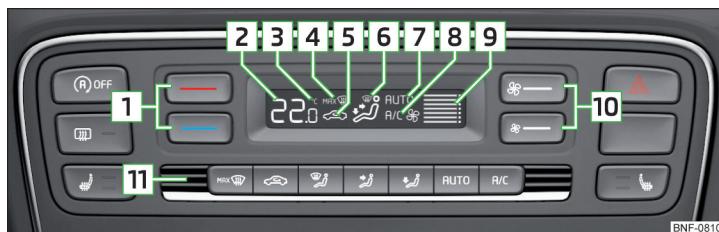

Fig. 88 Elementos de comando do Climatronic
As funções individuais podem ser configuradas ou desligadas ao premir a respetiva tecla » Fig. 88. Quando esta função estiver no visor, aparece o ícone correspondente.
Não cobrir o sensor da temperatura interior **11** » Fig. 88 - a função do Climatronic poderia ser afetada.
- Para **Ligar** pressione a tecla **AUTO**. No visor aparece **AUTO** (pos. **7** » Fig. 88 na página 74).